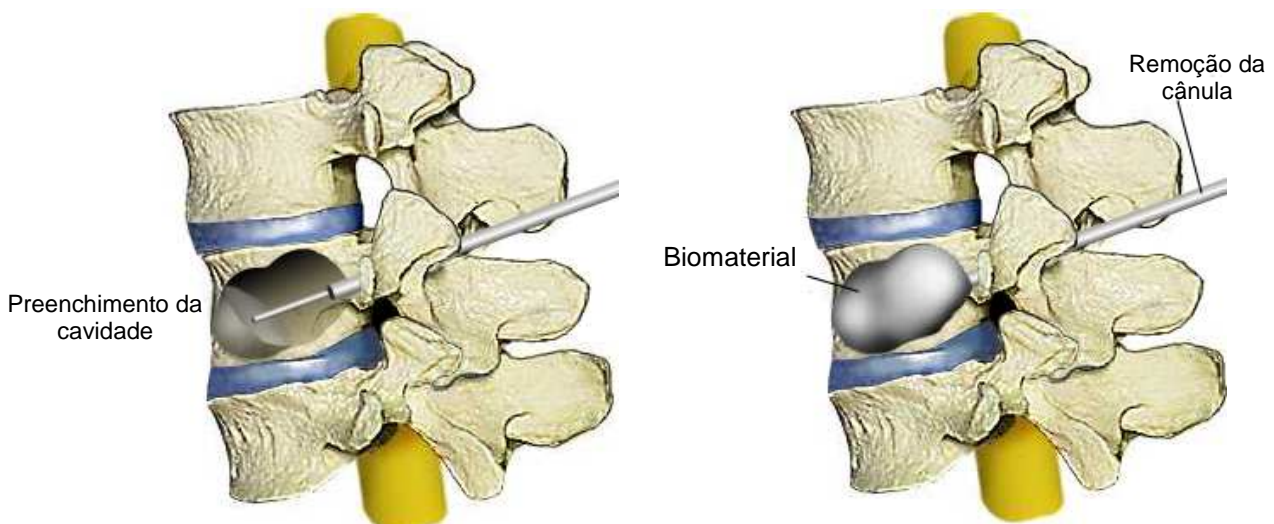

Figura 10: Preenchimento da cavidade com biomaterial e retirada da cânula.
- 6- Utilizando o introdutor de biomaterial, o cirurgião introduz, a baixa pressão, o biomaterial até o completo preenchimento da cavidade. A cânula é removida (figura 10).